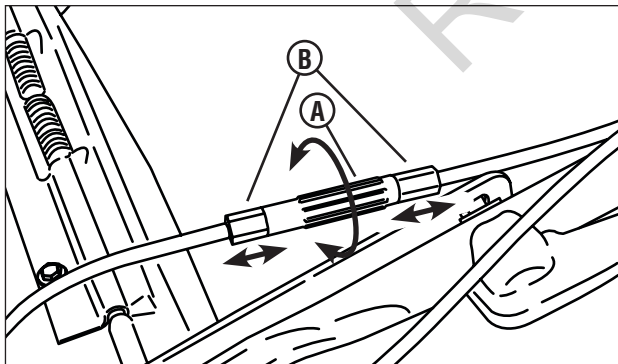

Figura 17: Ajuste del cable de guiado
- Si la transmisión no se acopla, gire el tensor (**A**, **Figura 17**) media vuelta para sacar las férulas (**B**) del tensor. Revise y repita esta operación cuantas veces sea necesaria.